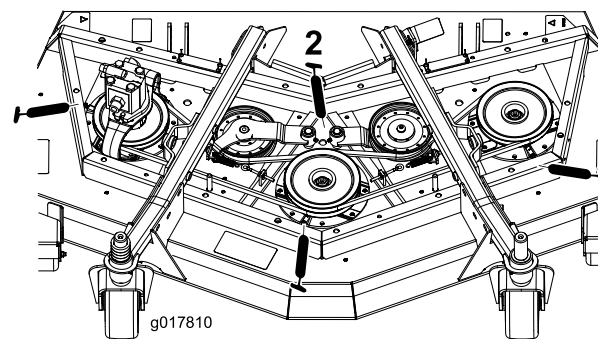

Рисунок 38
- Подшипники валов шпинделей (3 шт.), расположенные под шкивом (Рисунок 38)
- Втулки осей поворота рычагов натяжных шкивов (2 шт.) (Рисунок 38)